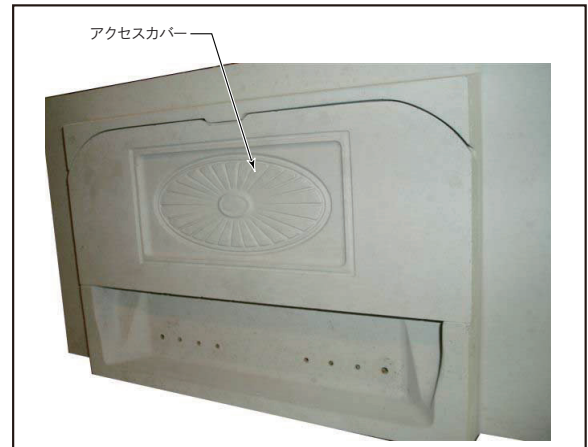

図10 アクセスカバーの取り外し
1. 点検口のカバーをゆっくりと持ち上げ、ボトムの先端から手前に引き出して外します。(図10)